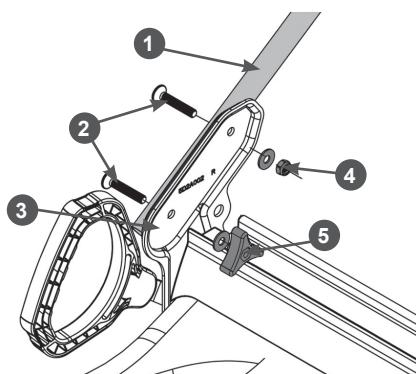

Рис. 3 Установка нижней части рабочей рукоятки
- Установите нижнюю часть рабочей рукоятки. Совместите отверстия в кронштейне и рукоятках и закрепите нижнюю часть рабочей рукоятки на кронштейне с помощью болтов и гаек, как показано на Рис. 3.